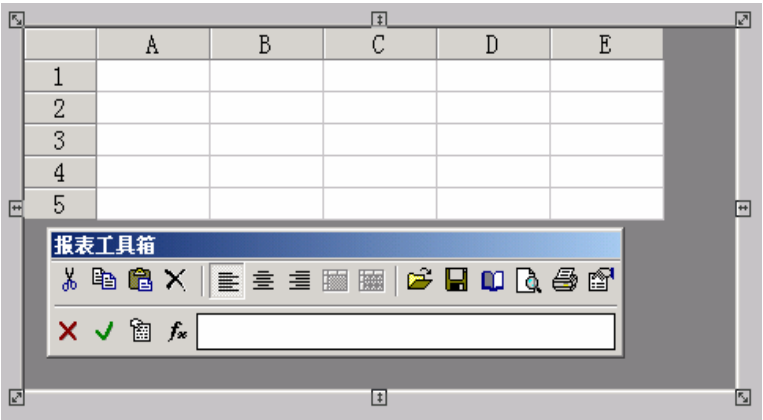

图 8-1
- 3、选择工具箱中的  工具，在画面上绘制一实时数据报表窗口，如图 8-1 所示：